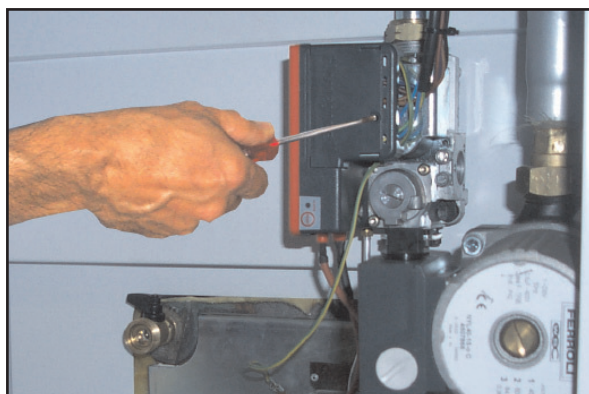

fig. 8
- Quitar la centralita electrónica de mando de la válvula de gas (fig. 8).